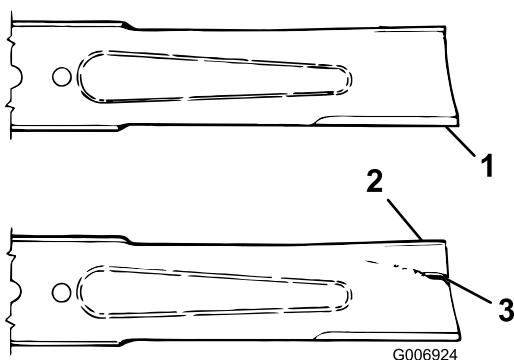

Figura 102
reunión entre la parte plana y la parte curva de la cuchilla (Figura 102).
4. Si se aprecia desgaste (Figura 102), cambie la cuchilla; consulte Mantenimiento del plano de la cuchilla (página 71).
Si se permite que la cuchilla se desgaste, se formará una hendidura entre la vela y la parte plana de la cuchilla (Figura 102). Con el tiempo, una parte de la cuchilla puede desprenderse y ser arrojada desde debajo de la carcasa, posiblemente causando lesiones graves a usted o a otra persona.